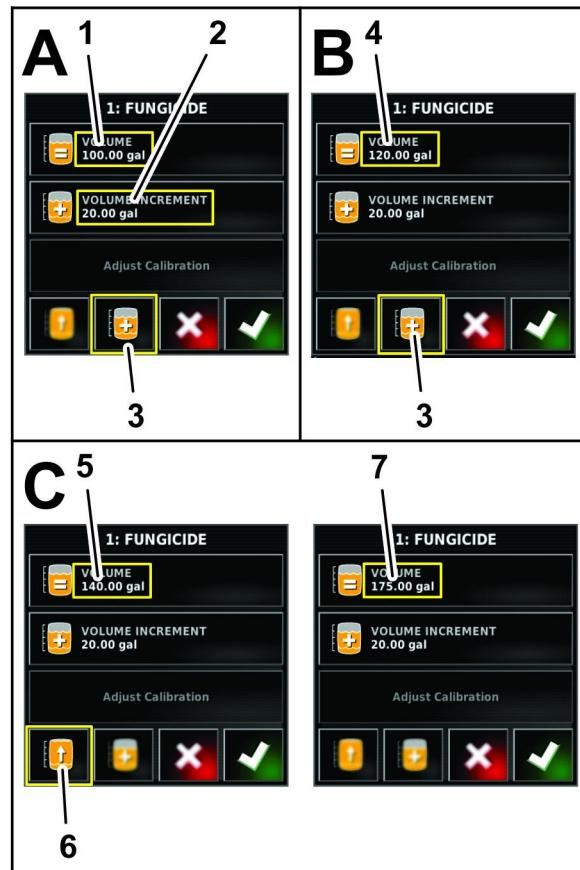

Figura 40
4. Caso sejam adicionados produtos químicos em água por incrementos, pressione o ícone INCREMENTO DE VOLUME (Figura 40).
5. No teclado numérico do display, digite o volume do incremento de produto (p. ex. produtos químicos em água) que será adicionado reservatório e, em seguida, pressione o ícone confirmar (Figura 40).
6. Caso sejam adicionados produtos químicos em água por incrementos, adicione o produto no reservatório e pressione o ícone QUANTIDADE INCREMENTAL DE PRODUTO (Figura 40).
7. Se estiver a misturar uma combinação de produtos, repita o passo 6 consoante o necessário (Figura 40).
Nota: Se está a encher o depósito até à sua capacidade com um produto ou água, pode pressionar o ícone de ENCHER DEPÓSITO ATÉ CAPACIDADE (Figura 40).